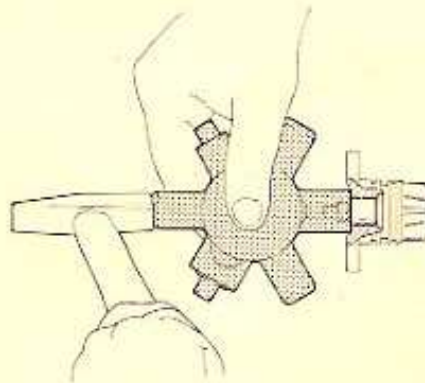

FIG. 32
- 4) Montare l'astuccio a rullini (fig. 32) usando il tampone appropriato (cod. 05.0375.0), quindi una rondella di spessoramento di 0,4 mm, infine l'anello seeger.